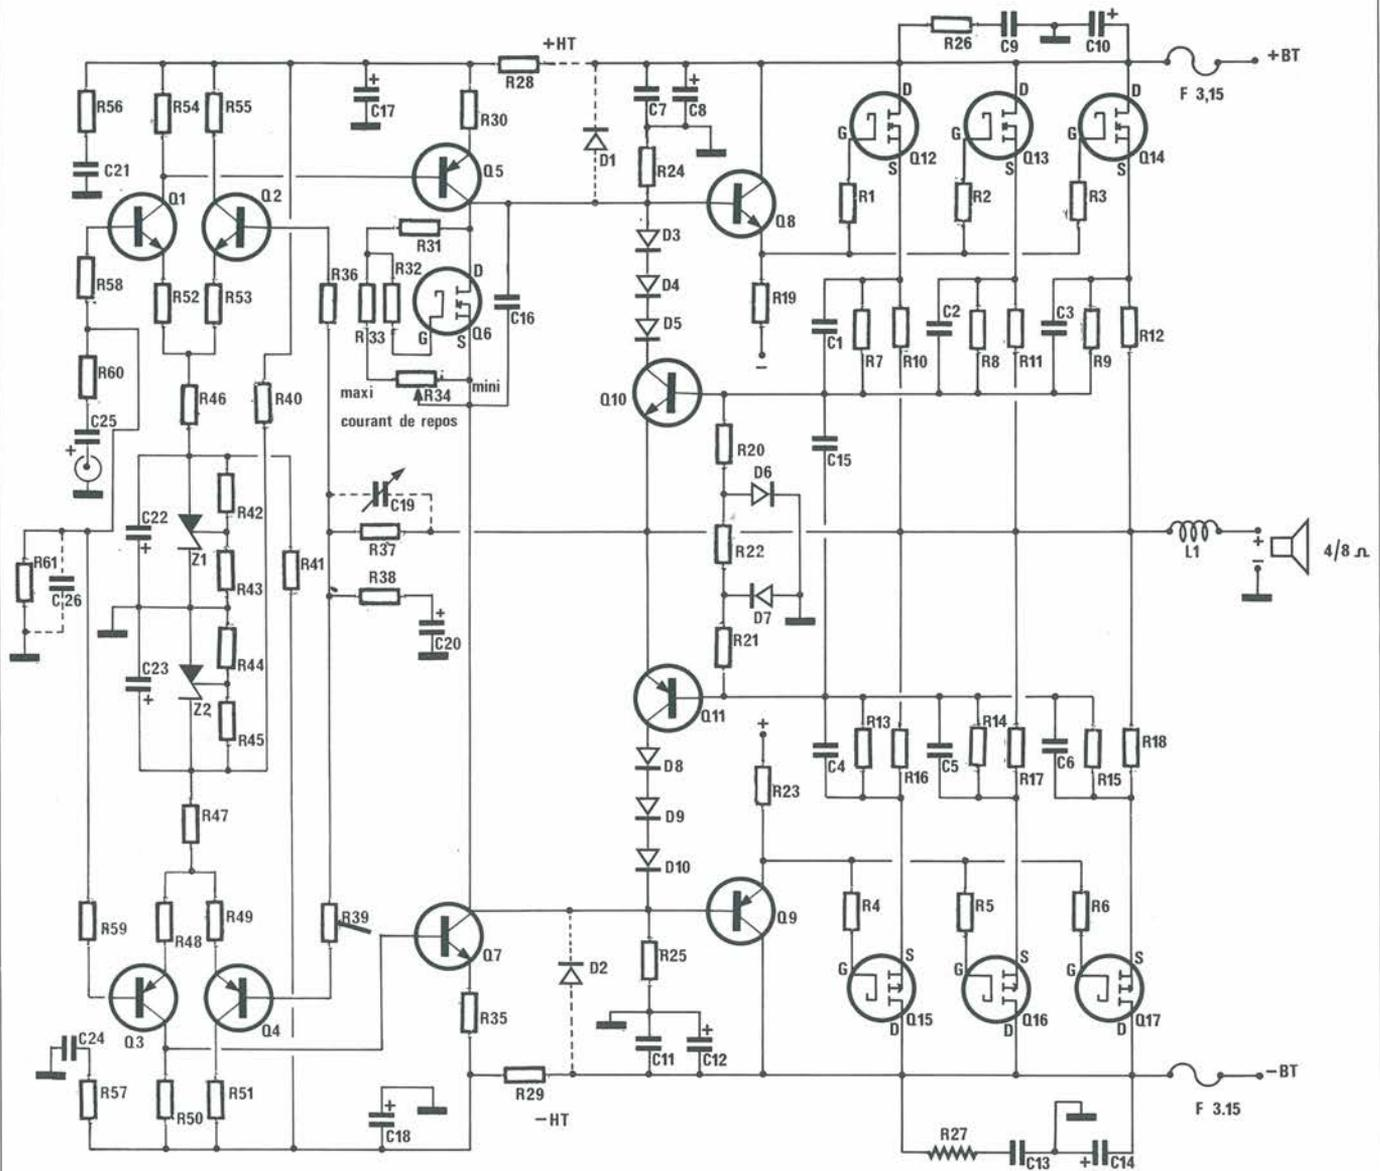
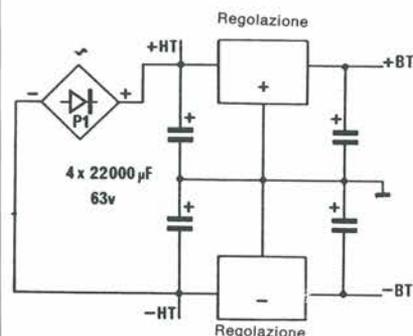

Figura 1. Schema di principio dell'amplificatore.
Figura 6. Soluzione migliore.
È illustrato in Figura 1 e ci è costato parecchia fatica, tanto è vero che iniziamo l'analisi dallo stadio finale, equipaggiato con HEXFET complementari in controfase e triplo parallelo.
Anche se risulta evidente dalla Figura 1 che si potrebbero sostituire i transistori HEXFET con Darlington da 140 V e il
Come protezione, è stata infine utilizzata la coppia 2N2222/2N2907, la cui robustezza rende inutile la presenza di R22 sullo schema di Figura 1.
In Figura 6 è illustrato lo schema di alimentazione c.c. che riteniamo migliore, con 4 elettrolitici disaccoppiati mediante regolatori. I condensatori d'uscita non de-
- La relativa precisione delle tensioni applicate all'amplificatore riduce le variazioni di polarizzazione dei transistori a bassa frequenza di Figura 1, ovvero gran parte delle distorsioni dinamiche, limitando anche le distorsioni dovute agli errori in modo comune.
Consigliamo dunque di preferire la soluzione della Figura 6, anche sacrificando alcuni watt per aumentare la precisione e l'affidabilità dei watt restanti. Il telaio qui presentato permette di montare indifferentemente le alimentazioni delle Figure 4, 5 e 6, e anche di passare gradualmente ai livelli superiori quando le finanze lo permettono.
La soluzione stabilizzata offre quattro diversi potenziali che il circuito di Figura 1 permette di collegare a ciascun amplificatore (+/-BT e +/-HT) disponendo i diodi D1 e D2 in posizione verticale. L'altra possibilità consiste nel prelevare soltanto +/-BT e nel sostituire questi diodi con i ponticelli punteggiati (orizzontali sulla stessa Figura 1).
La scheda dell'amplificatore è stata progettata e collaudata in tutte le condizioni possibili, e infine la preferenza è andata alla versione stabilizzata (Figura 6) con i ponticelli (Figura 1) che, secondo il nostro parere, è più compatibile con i componenti scelti.